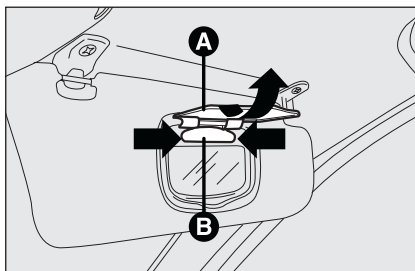

fig. 45
- ☐ abra el revestimiento de protección **A**-fig. 45 del espejo;